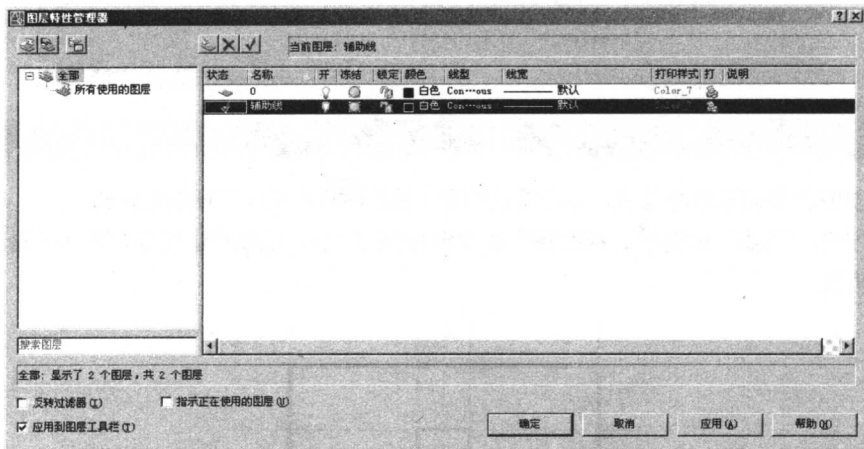

图 1-21 新建“辅助线”图层
(1) 在“图层”工具栏单击“图层特性管理器”按钮,则系统在弹出的“图层特性管理器”对话框中单击“新建图层”按钮,参照图 1-21 新建图层“辅助线”,一切设置采用默认设置;然后在“状态”栏对应处双击新建的图层,使得当前图层是“辅助线”,当前图层标记为,单击“确定”按钮。